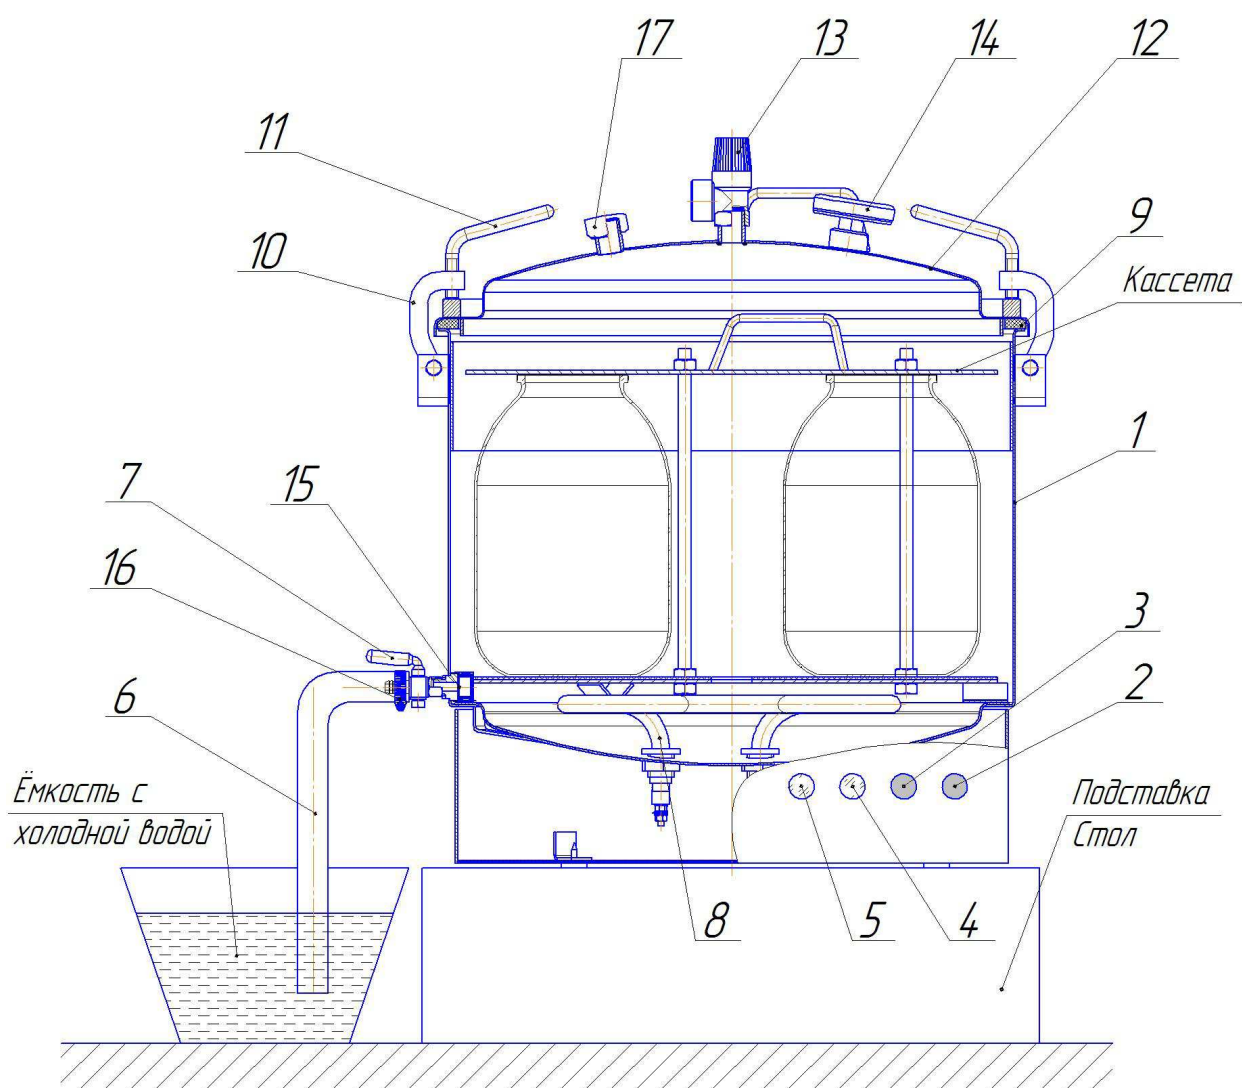

Рисунок 1 — Автоклав в сборе
2.4. Для защиты от брызг и пара при сливе воды с температурой выше 100°C, конец шланга слива 6 (рис.1) опустить в ведро (или другую ёмкость) с небольшим количеством холодной воды (водяной затвор) и закрепить его (например, привязав шланг к ручке ведра), иначе возможны хаотичные движения шланга с выбросом пара и горячей воды во все стороны в первые минуты слива воды.
■ не вывинчивать упоры зажима крышки 8 (рис. 1) автоклава;
- при необходимости сбросить давление в автоклаве, повернуть головку предохранительного клапана 13 (рис.1), до полного прекращения выхода пара (для предотвращения попадания пара на руку одеть защитную перчатку);
- вывинтить упоры 11 (рис. 1), отбросить прижимы 10 и снять крышку 12;
3.2. Установить автоклав на подставку (рис.1).
3.4. Проверить затяжку заглушки 17 (рис. 1).
3.7. Снять крышку 12 (рис.1), аккуратно опустить кассету с банками в корпус 1 автоклава.
При этом загорается сигнальная лампа 5 зелёного цвета (рис. 1). Это означает, что автоклав находится под напряжением.
3.13. Нагреть воду в автоклаве до температуры стерилизации. Поддерживать температуру стерилизации в течение времени, рекомендуемого в выбранном Вами рецепте. Контроль температуры осуществлять по стрелочному термометру 14 (рис.1), поддерживать её постоянной включая или выключая ТЭН кнопками «ПУСК» и «СТОП». Время контролировать по часам.
- открыть кран 7 (рис.1) для слива воды, который снабжён дозирующим устройством (жиклёр 15), обеспечивающим слив воды за 20-30 минут.
3.15. После остывания автоклава до 95°С повернуть головку предохранительного клапана 13 (рис.1) и выпустить из автоклава пар. Эти действия позволят продолжиться процессам
3.17. Вывинтить упоры 11 (рис.1), отбросить прижимы 10, снять крышку 12.